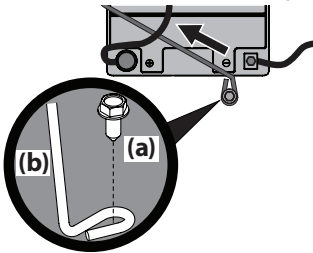

Figure 13
**NOTE :** Le faisceau de fils doit se trouver sur la tige de retenue de la batterie, sinon il pourrait être endommagé. Voir Figure 13 à la page 76.
3. Enlevez la tige de retenue de la batterie. Pour ce faire, pressez l'extrémité en forme de crochet à la droite de la batterie pour le faire sortir de la patte. Faites pivoter la tige de retenue de la batterie vers le haut et retirez la batterie. Voir Figure 13.